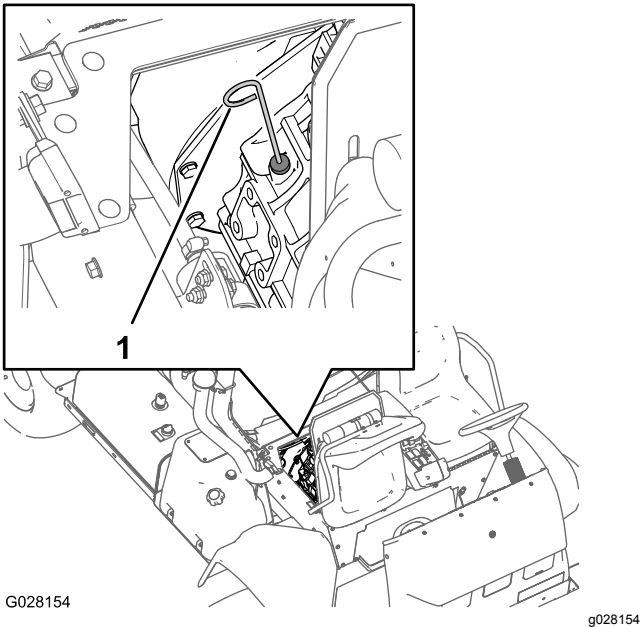

図 53
6. **ディップスティックの目盛りで油量を点検する****図 53**。
7. ディップスティックの FULL マークに達するまで補給口から残りのオイルをゆっくりと補給する図 53。